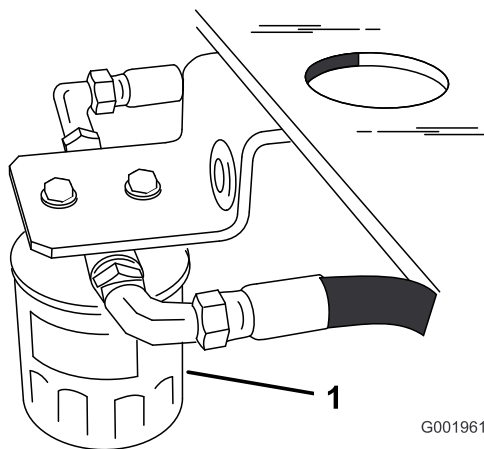

Figura 47
4. Individuate il filtro situato sotto il serbatoio carburante e collocate un bacinella di spurgo sotto il filtro (Figura 47).
5. Togliete il filtro usato e tergete la superficie della guarnizione del riduttore del filtro (Figura 47).